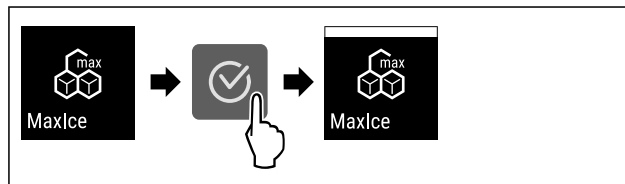

Fig. 22
- ▶ Provedte akční kroky (viz Fig. 22).